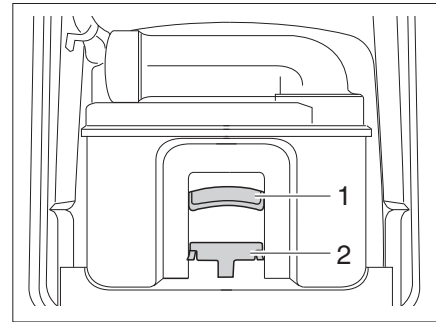

Bild 283 Thetford-Kassette
- Haltebügel (Bild 283,2) nach vorne ziehen um die Toiletten-Kassette zu entriegeln und Kassette am Griff (Bild 283,1) herausziehen.